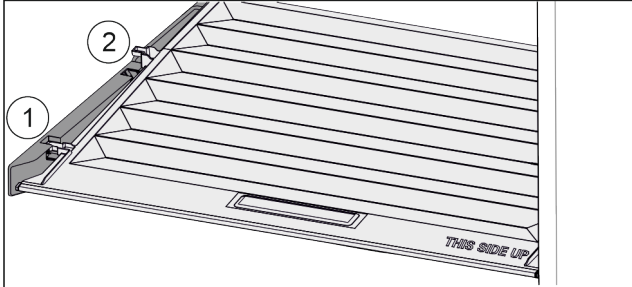

Fig. 74
- ▶ Veko potiahnite dopredu až k otvoru v prídržných dieloch Fig. 74 (1).
- ▶ Vzadu ho nadvihnite zospodu a zložte smerom nahor Fig. 74 (2).